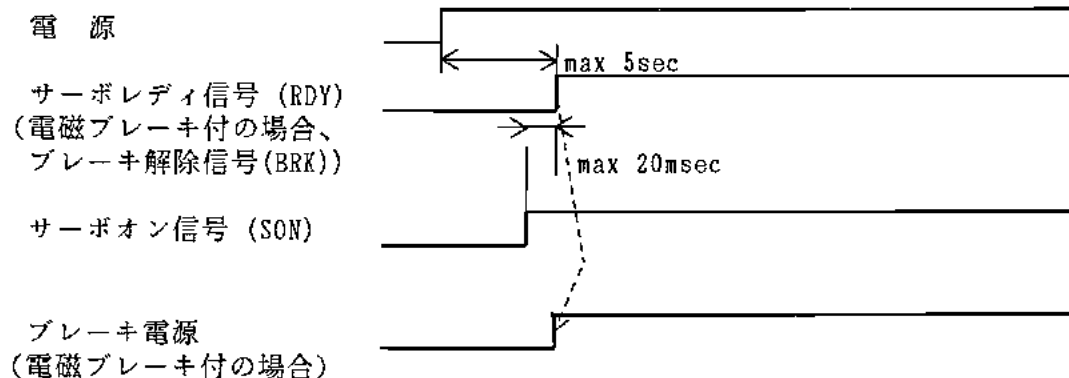

図4-7 電源投入時タイミングチャート
- (1) 主電源回路はコンデンサインプット形ですので、高頻度で電源の入切を行うと主電源回路素子の劣化を招きます。
- (2) 図4-7、図4-8 に電源投入時および異常発生時のタイミングチャートを示します。